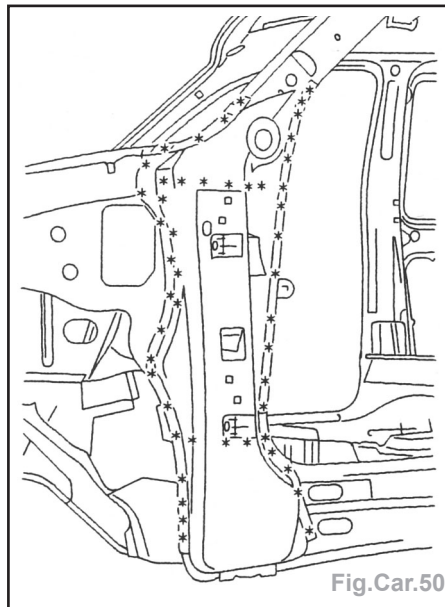

Fig.Car.50
- Découper par fraisage des points (Fig. Car.50).